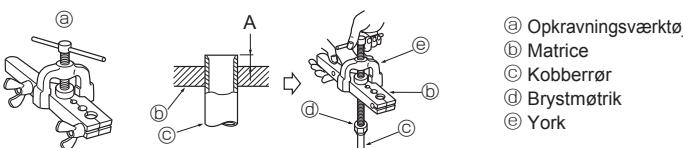

Fig. 4-6
4.2.4. Opkravningsarbejde (Fig. 4-6)